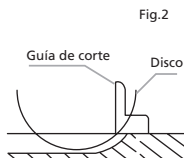

Fig.2
**MANTENIENDO LA MÁXIMA CAPACIDAD DE CORTE (Fig.2)**